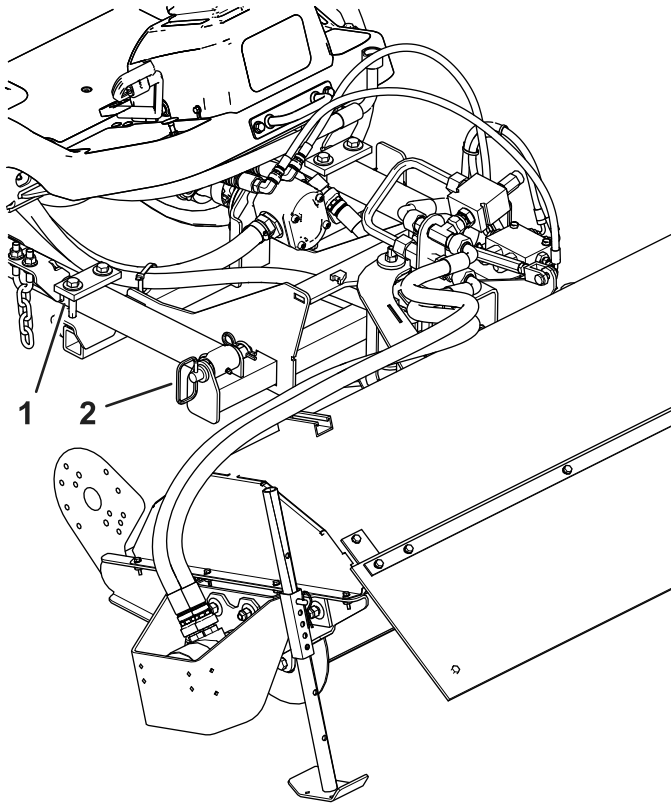

Figure 11
2. Retirez les goupilles et les supports du cadre de la brosse (Figure 11).
4. Insérez les goupilles dans le cadre de la brosse et les bras de levage (Figure 11).